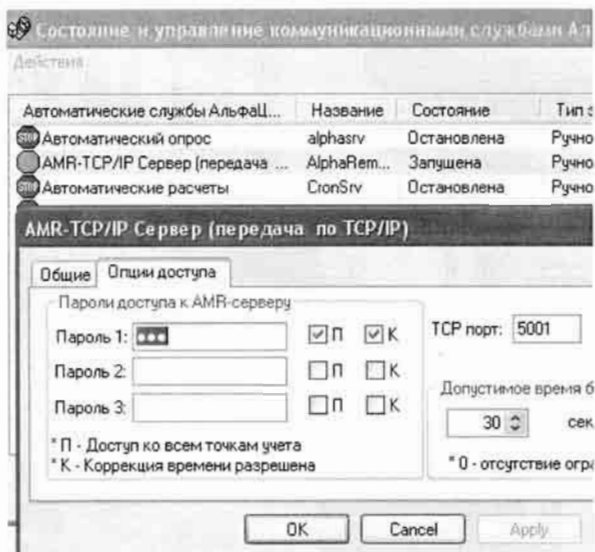

Рисунок 1. Параметры службы AMR-TCP/IP.
- 6.3.4 Перейдя к окну «Файл => Службы АльфаЦЕНТР», проверить состояние и настройки службы "AMR TCP/IP Сервер" (см. Рисунок 1).